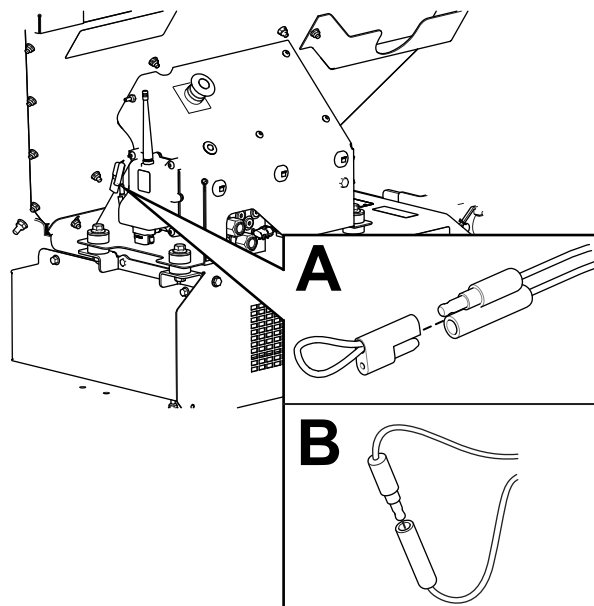

Figura 62
2. Trageți capacul atașat de pe cei 2 conectori de untare de diagnoză (Figura 62, A).
3. Conectați conectorii de untare de diagnoză împreună (Figura 62, B).
2. Deconectai conectorii de alimentare de diagnostic (Figura 62, B).
3. Împingeți capacul atașat pe cei 2 conectori de alimentare de diagnostic (Figura 62, A).